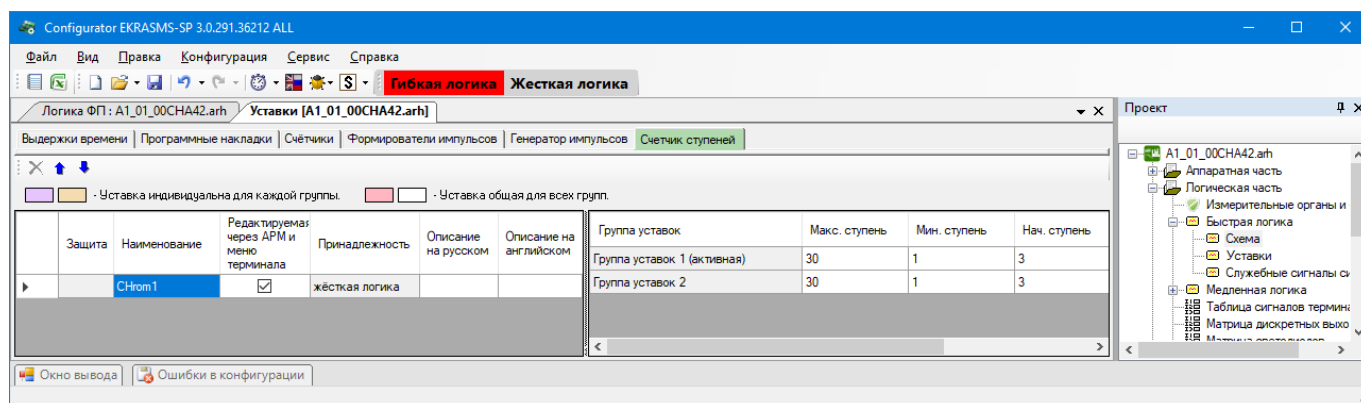

Рисунок 4.102
4.6.2.2.12 Вкладка **Счетчик ступеней** (см. рисунок 4.102) предназначена для установки параметров счетчика ступеней.